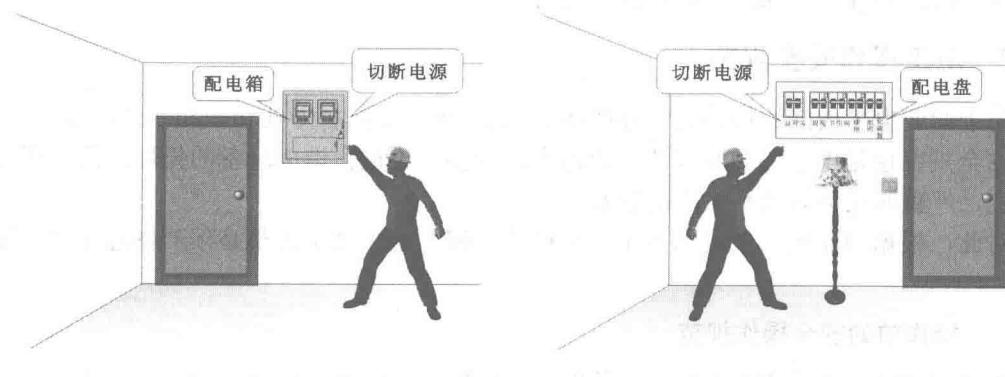

图 1-10 关断电源示意图
(2) 电气线路在未经试电笔确定无电前，应一律视为“有电”，不可用手触摸。在进行设备检修前一定要先关断电源。不要带电检修电气设备和电力线路。即使确认目前停电，也要将电源开关断开，以防止突然来电造成损害。图 1-10 所示为关断电源示意图。